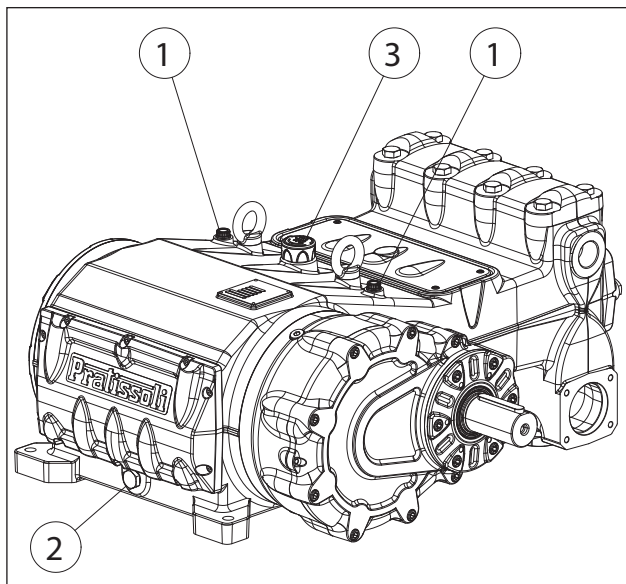

图 3
通过配有最小①和最高图 3刻度的专用液面杆来检查油料液面。
如有需要应从油盖②，图 3处进行添加。
正确的油位检查应在泵浦处于室温下进行，换油必须在泵浦处于工作温度下取出塞子(②, 图 3)后进行。